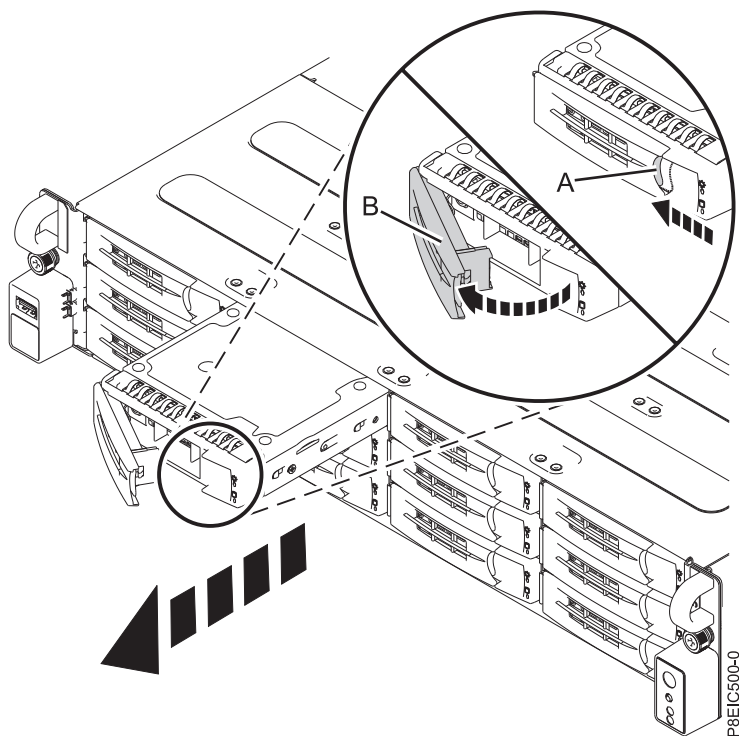

図 9. 前面ドライブ・トレイの取り外し
2. ハンドル・リリース (A) を、示されている方向に押して、ドライブ・トレイのハンドルをアンロックします。ハンドル (B) が音を立てて手前に開きます。ハンドルが完全に開いていない場合、ドライブ・トレイをシステムから取り出すことができません (12 ページの図 9 を参照)。